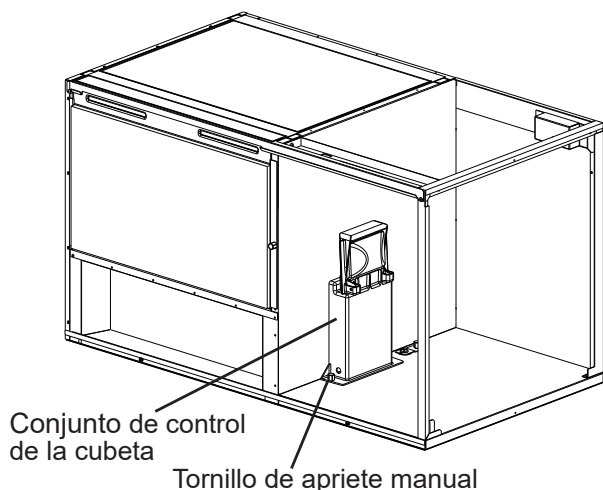

Fig. 3
- b. Retire el tornillo de mariposa y el conjunto de control de la cubeta del interior de la máquina de hielo. Consulte la Fig. 3.